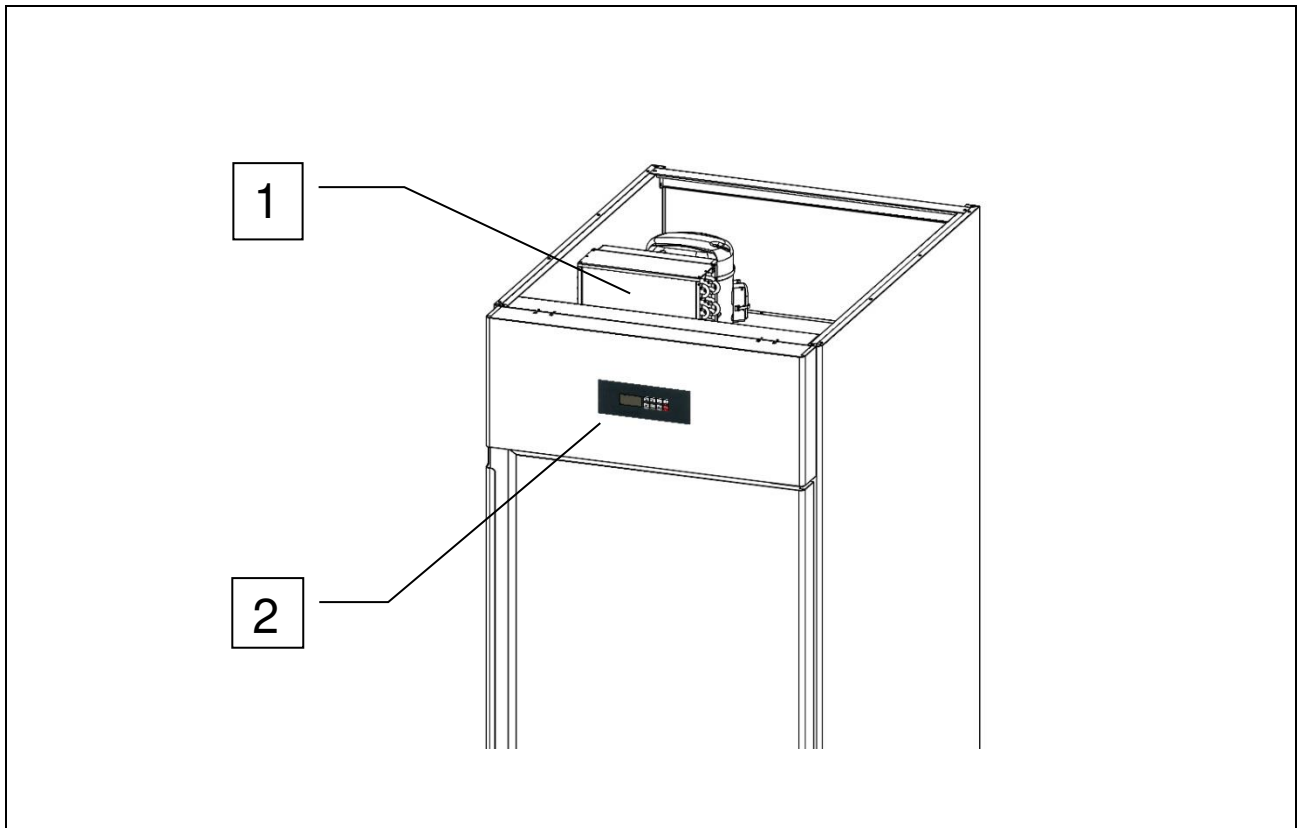

Abb. 3
- Monoblock-Kühleinheit (Ref. 1, Abb. 3)
- Bedienungsfeld (Ref. 2, Abb. 3)